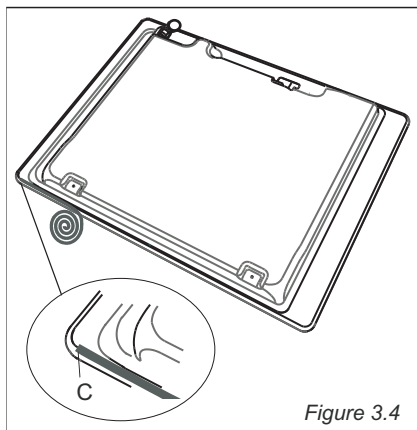

Figure 3.4
- Appliquez le ruban adhésif fourni le long du bord inférieur de la table de cuisson. Ne l'étirez pas. (Figure 3.4)